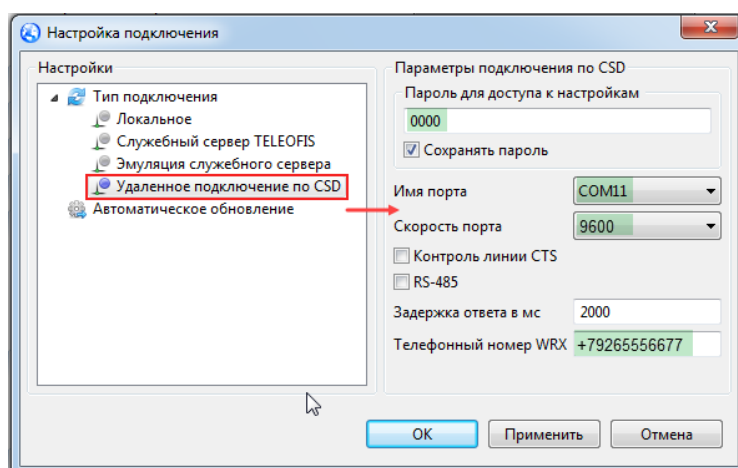

Рис. 36. Настройка подключения по CSD.
5. В окне **Настройка подключения** в левой части окна выберите **Удалённое подключение по CSD** и пропишите параметры подключения: имя и скорость виртуального COM-порта подключённого модема, пароль для доступа и телефонный номер терминала WRX, на который будет поступать исходящий CSD-вызов (Рис. 36).